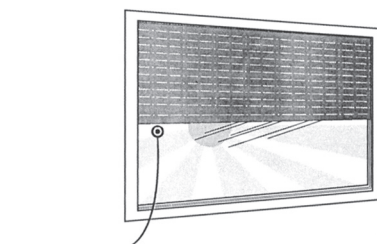

Abb. 1
1. Der Montageort des Luxsensors ist derart zu wählen, dass der Sensor nicht von anderen Gegenständen beschattet wird (siehe Abbildung 1).